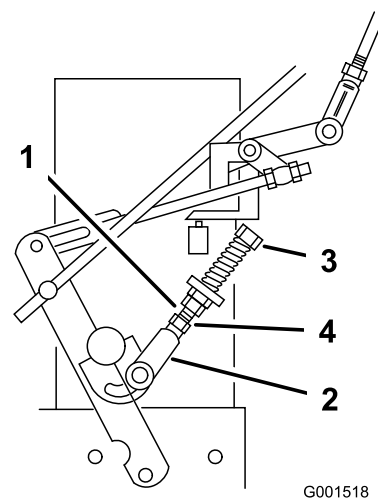

Figura 36
9. Si la rueda gira con la palanca de avance en punto muerto, los acoplamientos del control de punto muerto deben ser ajustados (Figura 36). Si la rueda se detiene, vaya al paso 12.
10. Afloje la tuerca de la horquilla del acoplamiento del control de punto muerto (Figura 36).
de punto muerto (posición de punto muerto) (Figura 36).
12. Gire el perno de ajuste 1/4 de vuelta aproximadamente en el sentido de las agujas del reloj si la rueda gira hacia atrás, o 1/4 de vuelta aproximadamente en el sentido contrario a las agujas del reloj si la rueda gira hacia adelante (Figura 36).